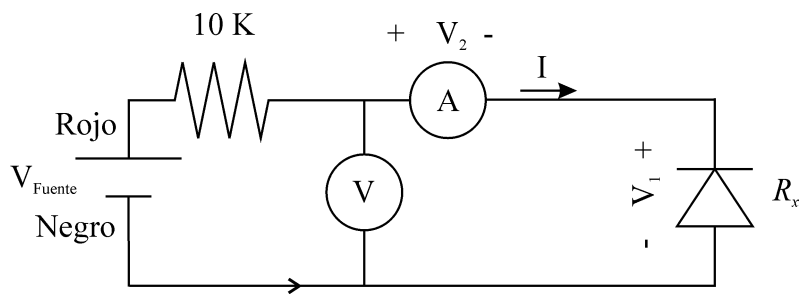

Figura 5.5: Montaje para obtener la característica  $I/V$  de un diodo en inversa.
**Ejercicio 5.12.** *Realicen ahora el montaje correspondiente a la Figura 5.5 y rellenen la Tabla 5.5*
Tabla 5.5: Parámetros medidos utilizando el osciloscopio y el multímetro en el circuito de la Figura 5.5.